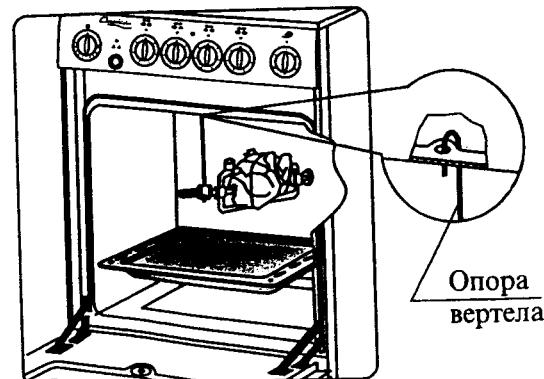

Рисунок 15 - Установка вертela в электрошкафу
- разместить вертел в электрошкафу, закрепить его в муфте электродвигателя (рисунок 15).